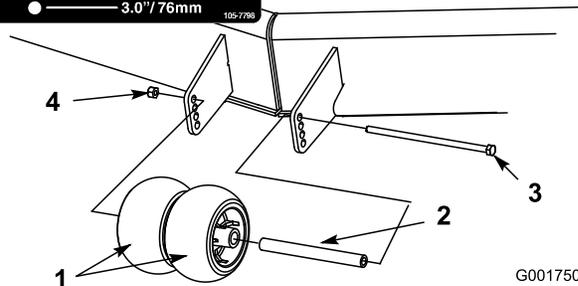

Figure 24
3. Lorsque la hauteur de coupe est réglée, enlevez l'écrou à embase, la bague et le boulon (Figure 24).
4. Choisissez le trou qui convient pour que les galets centraux se trouvent le plus près possible de la hauteur de coupe correspondante voulue (Figure 24).
5. Posez les galets centraux, la bague, l'entretoise, le boulon et l'écrou (Figure 24).